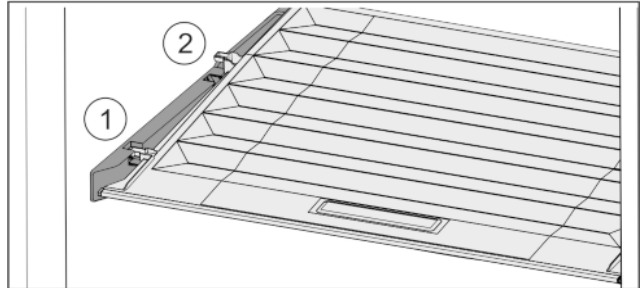

Fig. 33
- ▶ Tirer le couvercle vers l'avant jusque dans l'orifice des pièces de retenue Fig. 33 (1).
- ▶ Le soulever par le bas à l'arrière et le sortir par le haut Fig. 33 (2).